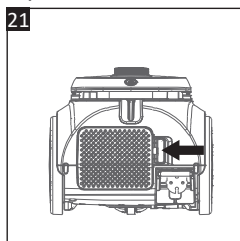

Fig. 21
2. Pe spatele aspiratorului, împingeți clema capacului evacuării aerului (24) spre stânga pentru a-l debloca și a-l scoate (Fig. 21).